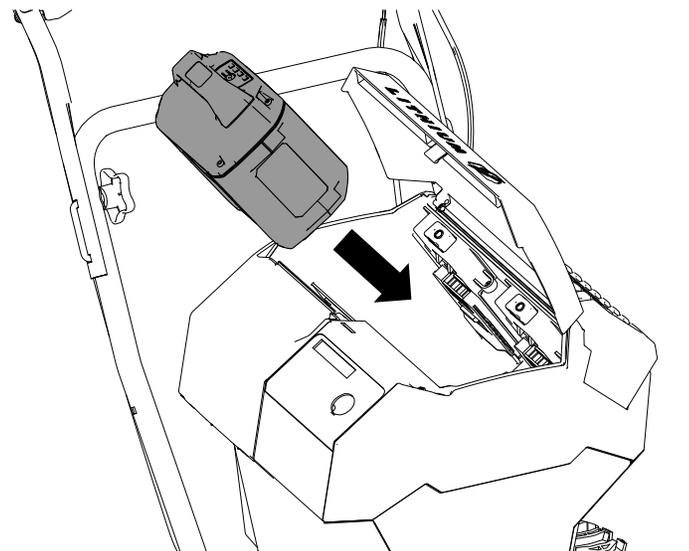

Bild 11
3. Richten Sie die Einbuchtung im Akkupack mit dem Zapfen an der Maschine aus und schieben Sie das Akkupack in das Akkufach, bis es einrastet (**Bild 11**).